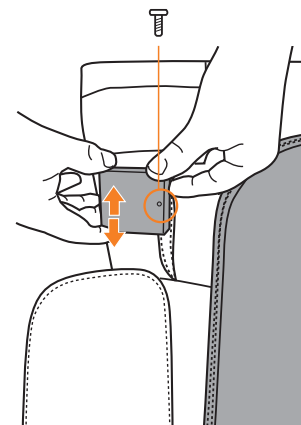

Fig.18
4. Si la vis n'est pas exposée, retournez le compartiment des piles (sans perturber le câblage) pour exposer la vis, puis utilisez le tournevis fourni pour retirer la vis (Fig. 18).